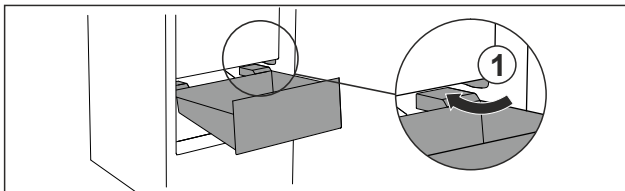

Fig. 102
- ▶ Introducir el cajón inclinado rodeando los topes Fig. 102 (1).